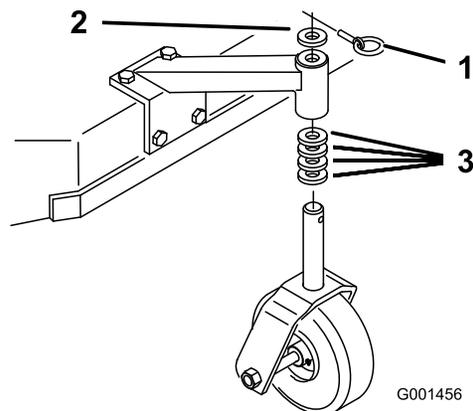

Figure 19
- En vous reportant au Tableau de hauteur de coupe, ajustez les entretoises des roues pivotantes en fonction du trou de réglage de l'essieu sélectionné (Figure 19).
- Retirez la goupille de verrouillage, sortez la roue pivotante de son support et changez les entretoises (Figure 19).
- Mettez la roue pivotante en place dans le support et insérez la goupille de verrouillage (Figure 19).